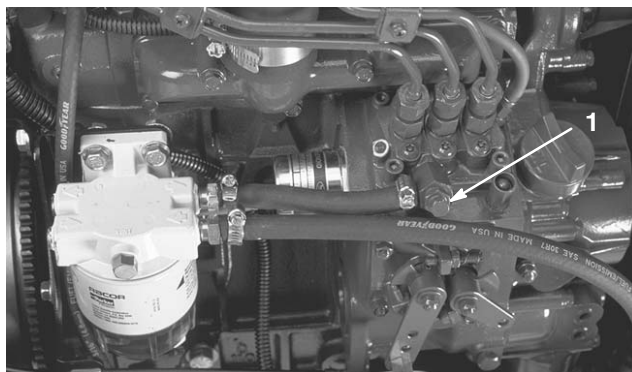

Figure 25
3. Desserrez la vis de purge sur la pompe d'injection (Fig. 25).